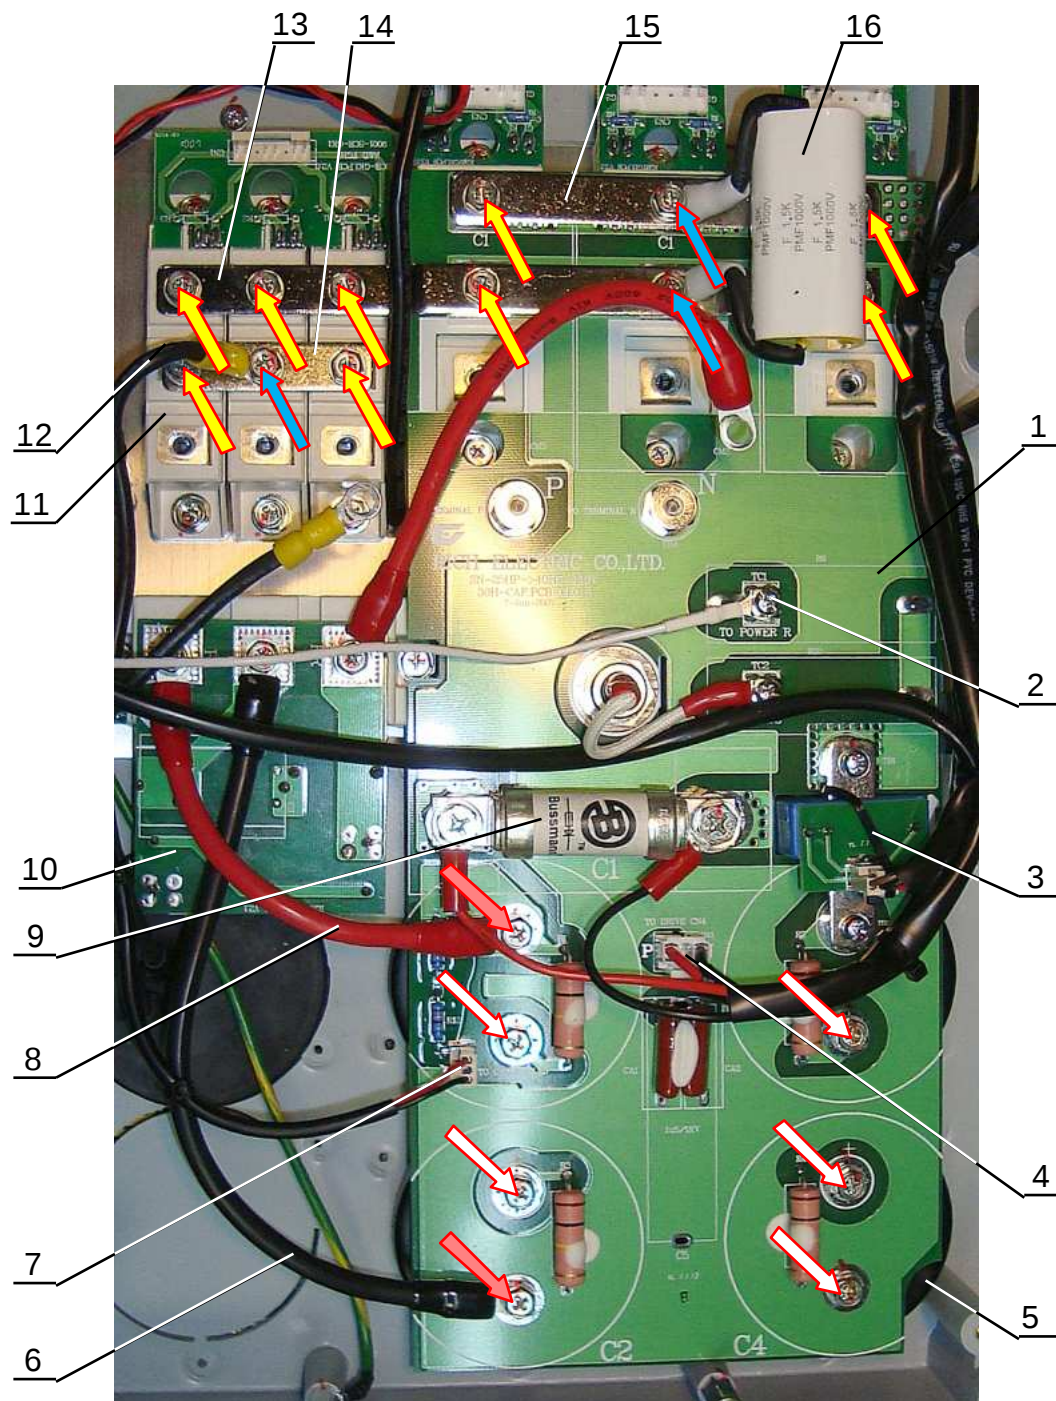

Рис. 7.16.
7.9.1. Взять емкостную плату (табл.4.1, поз.3), установить ее поверх конденсаторов и модулей IGBT, совместив отверстия платы с отверстиями для крепления выводов конденсаторов (рис.7.16) .
7.9.2. Вкрутить, не затягивая, пять винтов (белые стрелки на рис. 7.16) крепления емкостной платы 1 к конденсаторам 5.
7.9.3. Прикрутить, не затягивая, двумя винтами (красные стрелки на рис.7.16) наконечники проводов 6 и 8 к контактам «-» и «+» платы и к конденсаторам (рис.7.16).
7.9.4. Взять шины «+ IGBT», «+ выпрямителя» и «-» (табл.4.1, поз.17), установить шины на емкостную плату и на выводы диодно-тиристорных модулей, как показано на рис.7.16.
7.9.5. Вкрутить, не затягивая, девять винтов (желтые стрелки на рис. 7.16) крепления шин 13...15 к модулям IGBT и диодно-тиристорным модулям.
7.9.6. Взять конденсатор (табл.4.1, поз.18; рис.7.16, поз.16), прикрутить двумя винтами к емкостной плате и среднему модулю IGBT (синие стрелки на рис.7.16).
7.9.7. Прикрутить наконечник длинного провода реактора 12 к шине «+» и среднему диодно-тиристорному модулю (синяя стрелка на рис.7.16).
7.9.9. Взять жгут индикатора заряда (табл.4.1, поз.31), подключить розетку 7 жгута к разъему CN1 емкостной платы (рис. 7.16).
7.9.10. Взять жгут питания платы драйверов (табл.4.1, поз.29), подключить розетку 4 жгута к разъему CN3 емкостной платы (рис. 7.16).
7.9.11. Вкрутить винт 2 крепления наконечника провода цепи предзаряда М3,5х8 с фигурной шайбой к клемме ТС1 емкостной платы 1 (рис. 7.16).